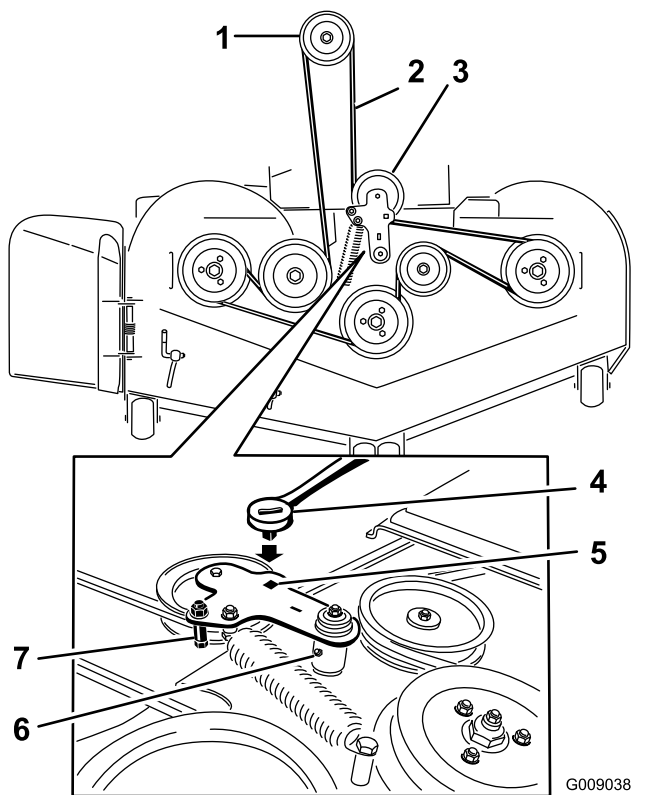

Figure 74
5. Insérez un rochet dans le trou carré du bras de tension pour détendre le ressort de la poulie de tension (Figure 74).
7. Enlevez le guide-courroie situé sur le bras de la poulie de tension rappelé par ressort (Figure 74).
9. Acheminez la courroie neuve autour des poulies du tablier de coupe et de la poulie d'embrayage, sous le moteur (Figure 74).
- Montez le guide-courroie sur le bras de la poulie tension (Figure 74).
- Insérez le rochet dans le trou carré et montez le ressort de la poulie de tension (Figure 74).